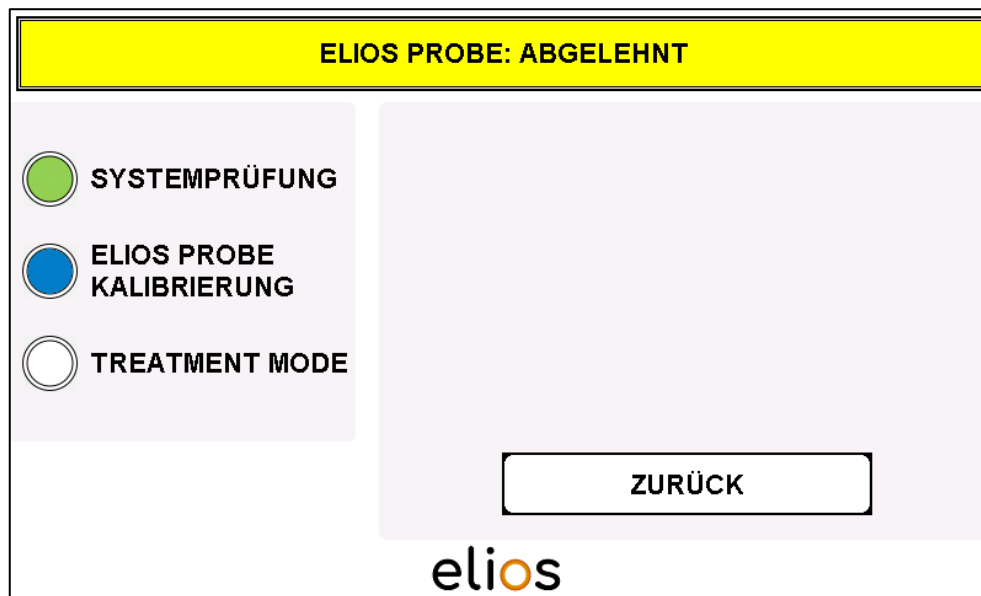

Abb. 4-8: Fasererkennung – Faser gesperrt
- Eine bereits zur Behandlung eingesetzte, resterilisierte Faser wird von der Software erkannt und gesperrt. Die Meldung „**ELIOS PROBE: ABGELEHNT**“ erscheint. Es ist nicht möglich, im Programm fortzufahren (Abb. 4-8).
- Durch Drücken der Schaltfläche „**ZURÜCK**“ (Abb. 4-8) gelangen Sie zur vorherigen Bildschirmdarstellung.